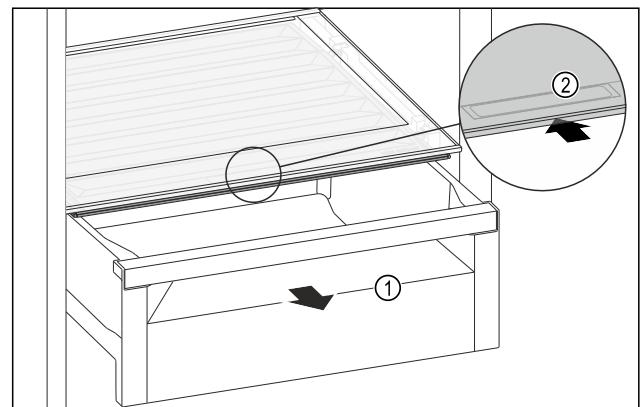

Fig. 162
- ▶ Schubfach Fig. 162 (1) herausziehen.
- ▶ Griffmulde Fig. 162 (2) am Fachdeckel anfassen und Fachdeckel gleichzeitig nach hinten schieben.